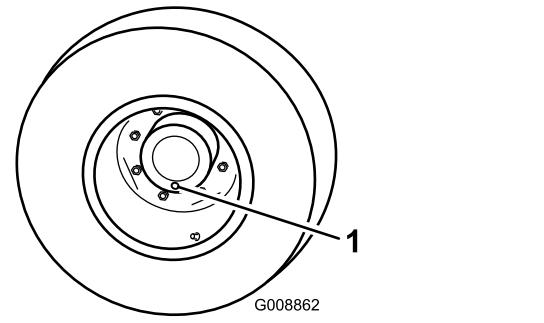

Figura 86
1. Con la macchina parcheggiata su una superficie piana, posizionate la ruota in modo che i tappi di controllo si trovino nella posizione inferiore (ore sei) (Figura 86).